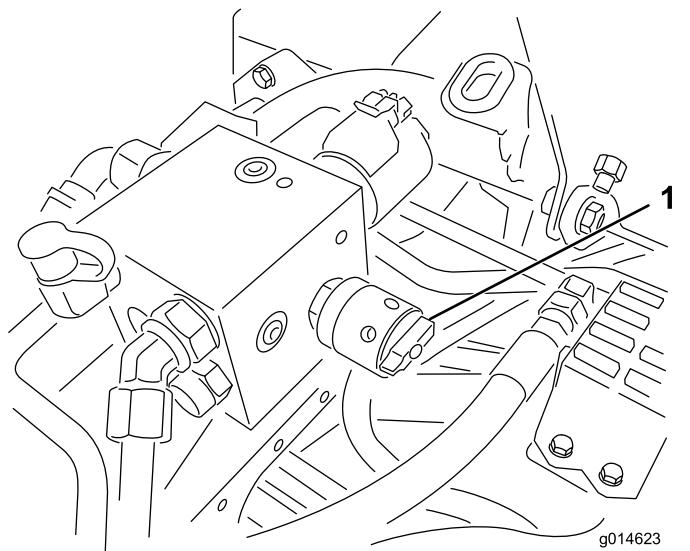

Figure 52
6. Tournez la commande de vitesse des cylindres à la position 1 (Figure 52).
4. Pour régler la vitesse des cylindres, tournez le bouton (Figure 52) jusqu'à ce que les flèches soient en face de la valeur déterminée à l'opération 3.